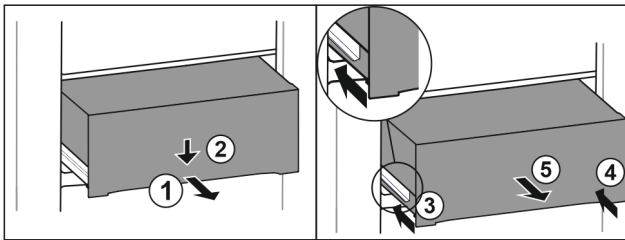

Fig. 58
- ▶ Вытяните выдвижной ящик наполовину. Fig. 58 (1)
- ▶ Вдавите выдвижной ящик в передней части вниз. Fig. 58 (2)
- ▶ Задвиньте левую направляющую прим. на 2 см. Fig. 58 (3)
- ▶ Задвиньте правую направляющую прим. на 2 см. Fig. 58 (4)
- ▶ Извлеките выдвижной ящик движением вперед. Fig. 58 (5)